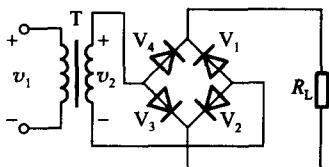

图 1-4
- (2) 若将单相桥式整流电路接成图 1-4 所示的形式,将会出现什么结果?应如何改接?